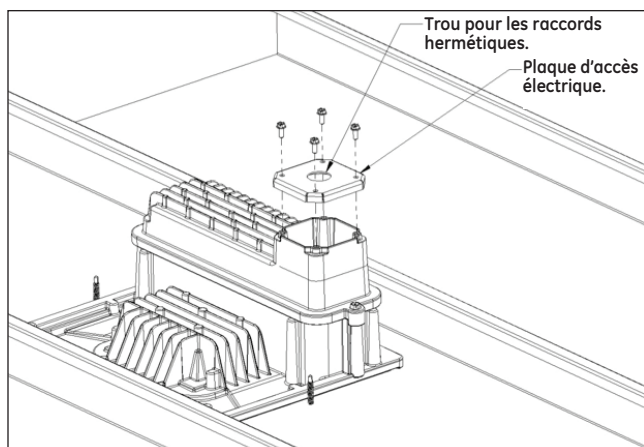

FIGURE 4
1. Raccordez la puissance au luminaire où le Noir est la ligne, le Blanc est le neutre et le Vert est la masse. Remontez la plaque d'accès électrique avec le joint placé contre l'appareil et fixez avec la visserie fournie. Utilisez des raccords hermétiques (non fournis) pour obtenir un joint hermétique au luminaire. (Voir Fig. 4).
2. Si la commande a été passée avec un boîtier de raccordement accessoire, montez ce boîtier au dessus de l'appareil avec la visserie fournie, et raccordez les fils tel que ci-dessus. Remontez le couvercle du boîtier avec tous les joints fournis. Utilisez des raccords hermétiques (non fournis) pour obtenir un joint hermétique au luminaire. (Voir Fig. 4).